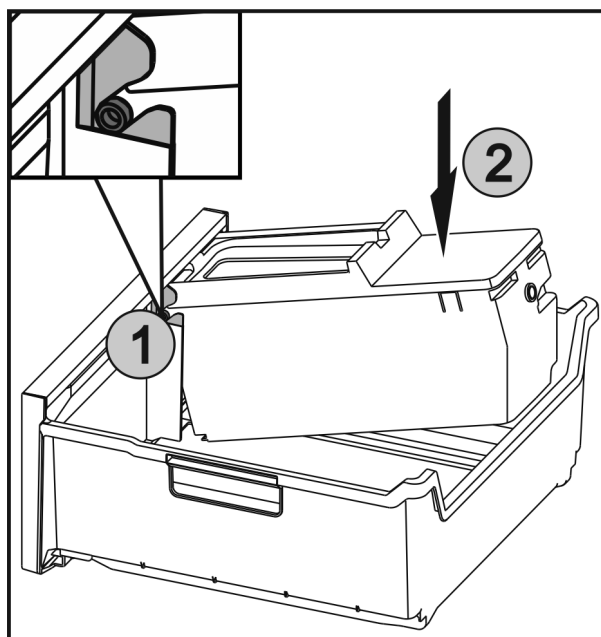

Fig. 40
- Insérer les axes Fig. 40 (1) sur l'EasyTwist-Ice dans les guides et appuyer sur le côté arrière Fig. 40 (2) jusqu'à ce que la languette s'enclenche.